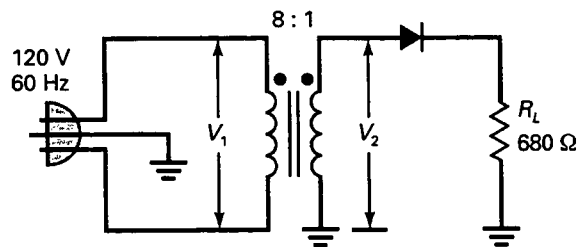

Figura 4-37
- 4-7. Calcule la tensión de pico de salida y la tensión continua de salida en la Figura 4-37 usando un diodo ideal.
- 4-8. Calcule la tensión de pico de salida y la tensión continua de salida en la Figura 4-37 usando la segunda aproximación.